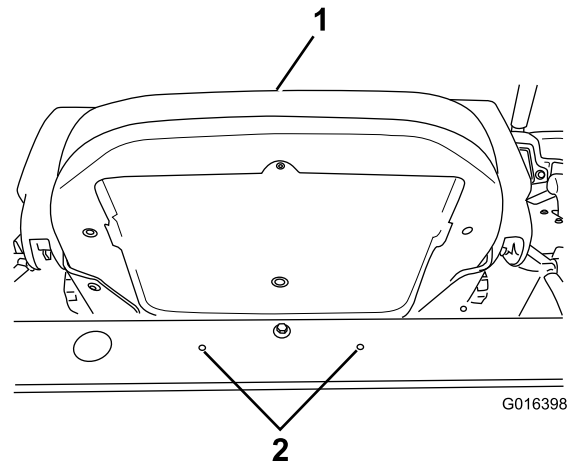

Figura 11
5. Con un trapano allargate i 2 fori presenti sulla traversa posteriore (posta dietro il sedile) fino a ottenere un diametro di 8,5 mm (Figura 11).